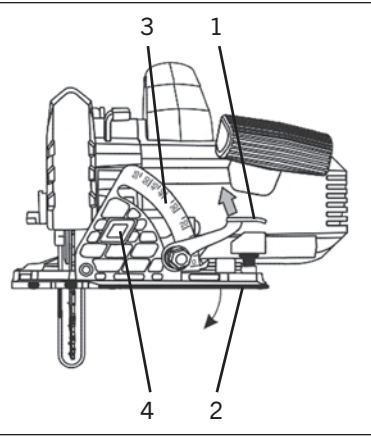

FIG. 5
2. Réglez l'angle de biseau à 0° (fig. 5).